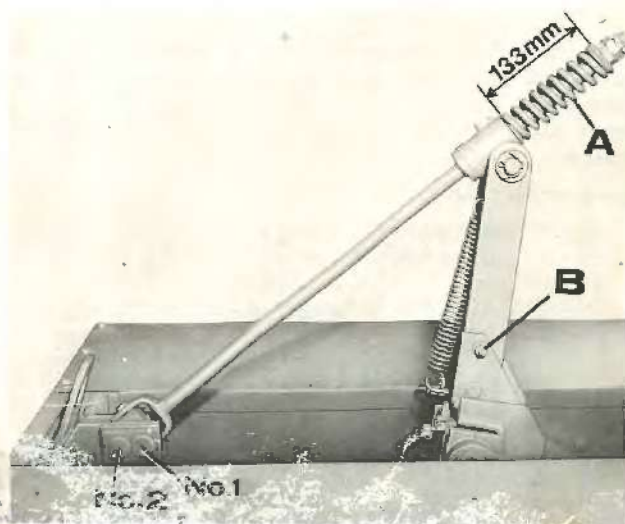

FIG.37
**NOTA:** Le ressort (A, Fig. 37) devra être comprimé jusqu'à une longueur de 133 mm comme montré à la Figure 37.
La presse est livrée avec le bloc pivot du bras de timonerie dans le trou intérieur (no.1, Fig. 37).